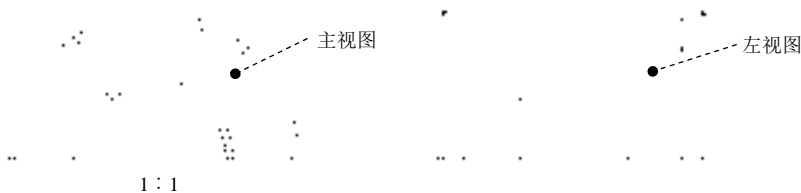

图 3.12.20 左视图
Step3. 双击左视图，选取 **类别** 区域中的 **视图显示** 选项，在 **显示样式** 下拉列表中选择 消隐 选项，在 **相切边显示样式** 下拉列表中选择 无 选项，其他参数采用系统默认设置值，单击 **确定** 按钮，此时左视图如图 3.12.20 所示。